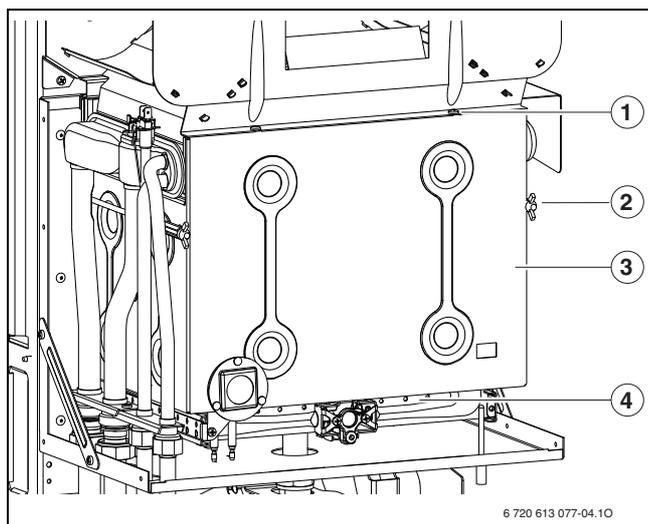

Рис. 30 Открытие горелки
- Снять переднюю стенку камеры сгорания и горелку (→ рис. 30).